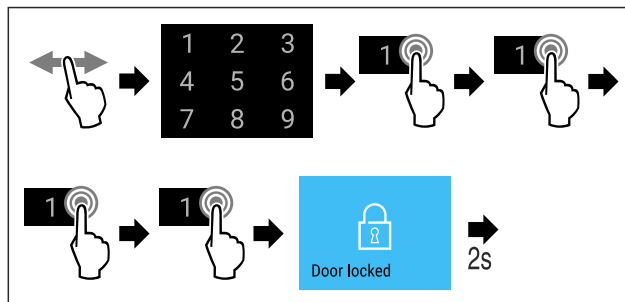

Fig. 74 Блокировка двери при помощи кода двери 1 1 1 1.
- Выполните шаги действия (см. Fig. 74).